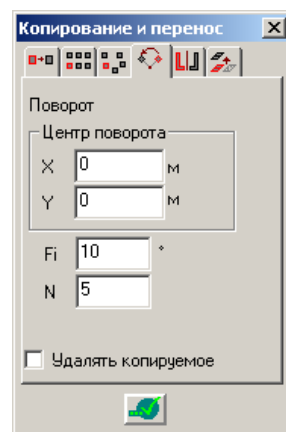

Рис.1.25.5. Окно диалога **Копирование и перенос** (закладка **Поворот**)
- щелкните на закладке  – **Поворот** (рис. 1.25.5);